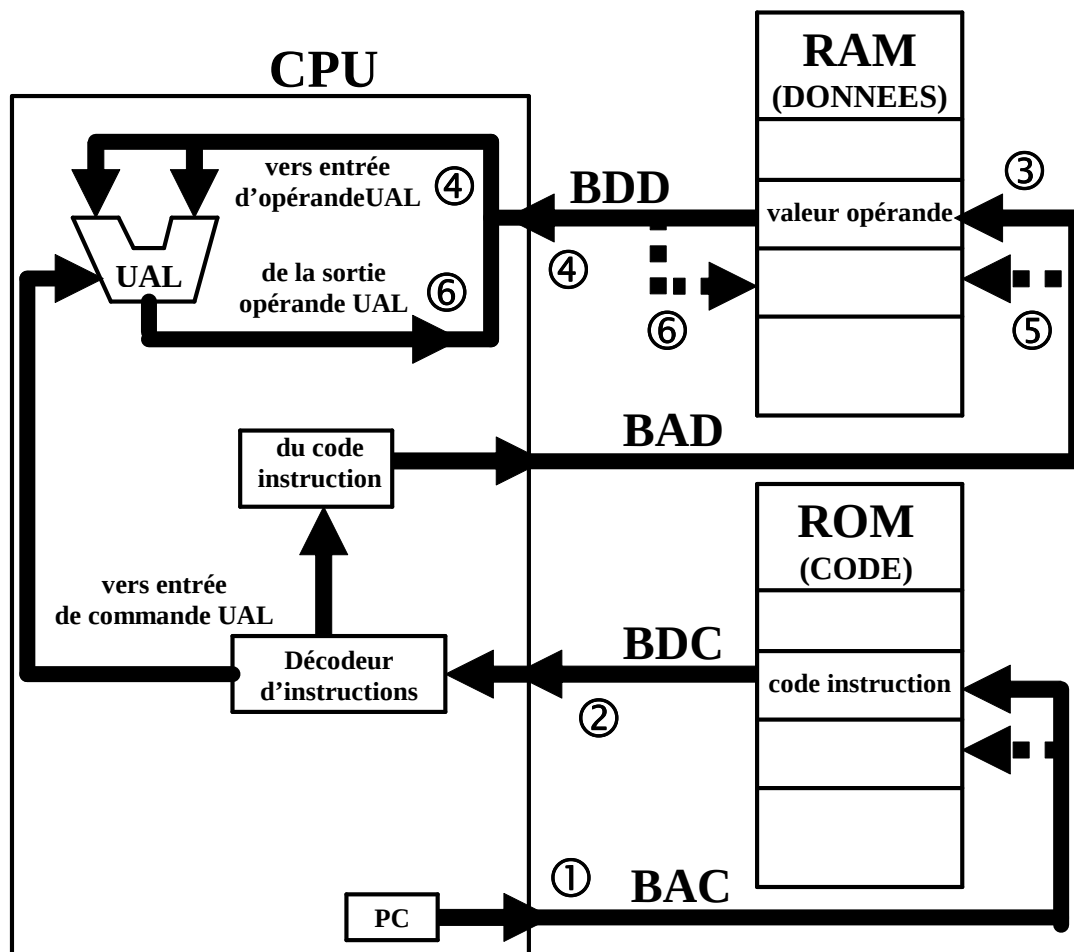

Figure I.21.
Ainsi, comme le montre le schéma de la figure I.21., il y aura au total **4 bus indépendants** :
La chronologie ①, ②, ③ ... qui apparaît dans les explications suivantes est indiquée également sur le schéma de la figure I.21. ce qui permet, une fois de plus, de faire le lien entre le hardware (l'architecture du système) et le software (l'exécution du programme).